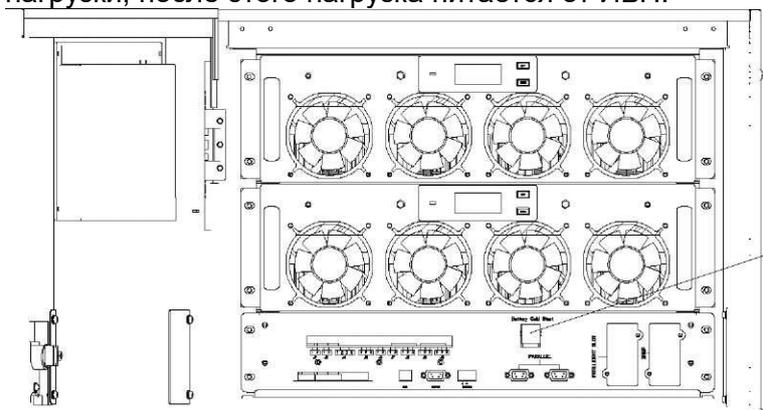

Рисунок 5-1. Расположение кнопки холодного пуска аккумулятора
- 3) Нажмите красную кнопку для холодного запуска батареи (см. Рисунок 5-1).
Затем система получает питание от батареи. Для 20-слотового ИБП есть 2 кнопки холодного запуска батареи, каждая из кнопок может запускать только силовые модули своего шкафа (см. Рисунок 5-1). Нажмите кнопки холодного пуска всех силовых модулей по очереди, после чего загорится индикация силового модуля. Смотрите рисунок 5-2